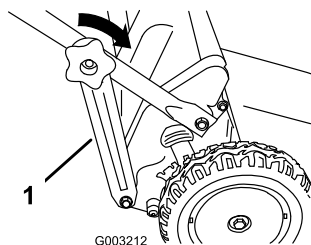

Figura 7
5. Fije los soportes del manillar (Figura 7) a los lados del manillar inferior.